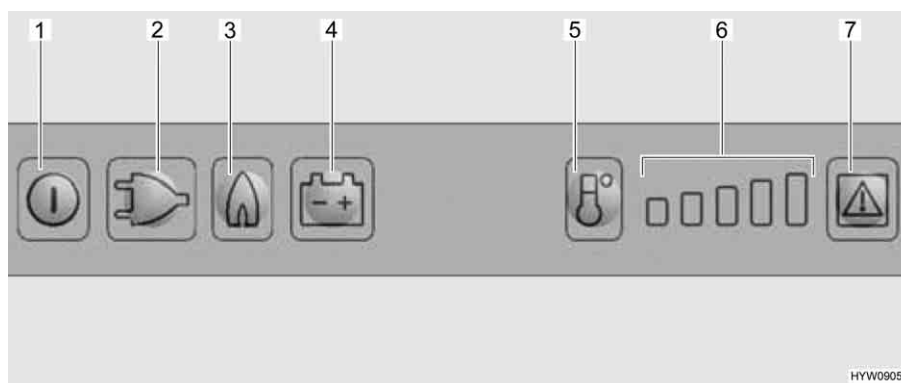

Fig. 176 Boutons de commande pour le réfrigérateur
- Appuyer sur la touche Marche/Arrêt (Fig. 176,1) pendant env. 2 secondes. Le réfrigérateur s'allume. La touche du dernier mode de fonctionnement sélectionné s'allume.
- Appuyer si nécessaire sur la touche du mode de fonctionnement "Gaz" (Fig. 176,3). La touche s'allume. L'arrivée de gaz est ouverte. L'allumage s'effectue de manière automatique. Un tic-tac est distinctement perceptible jusqu'à ce que la procédure d'allumage soit effectuée avec succès.
- Régler la température de réfrigération avec la touche de sélection du degré de température (Fig. 176,5).
- Appuyer si nécessaire sur la touche "230 V" (Fig. 176,2). La touche s'allume.
- Appuyer si nécessaire sur la touche de mode de fonctionnement "12 V" (Fig. 176,4). La touche s'allume.